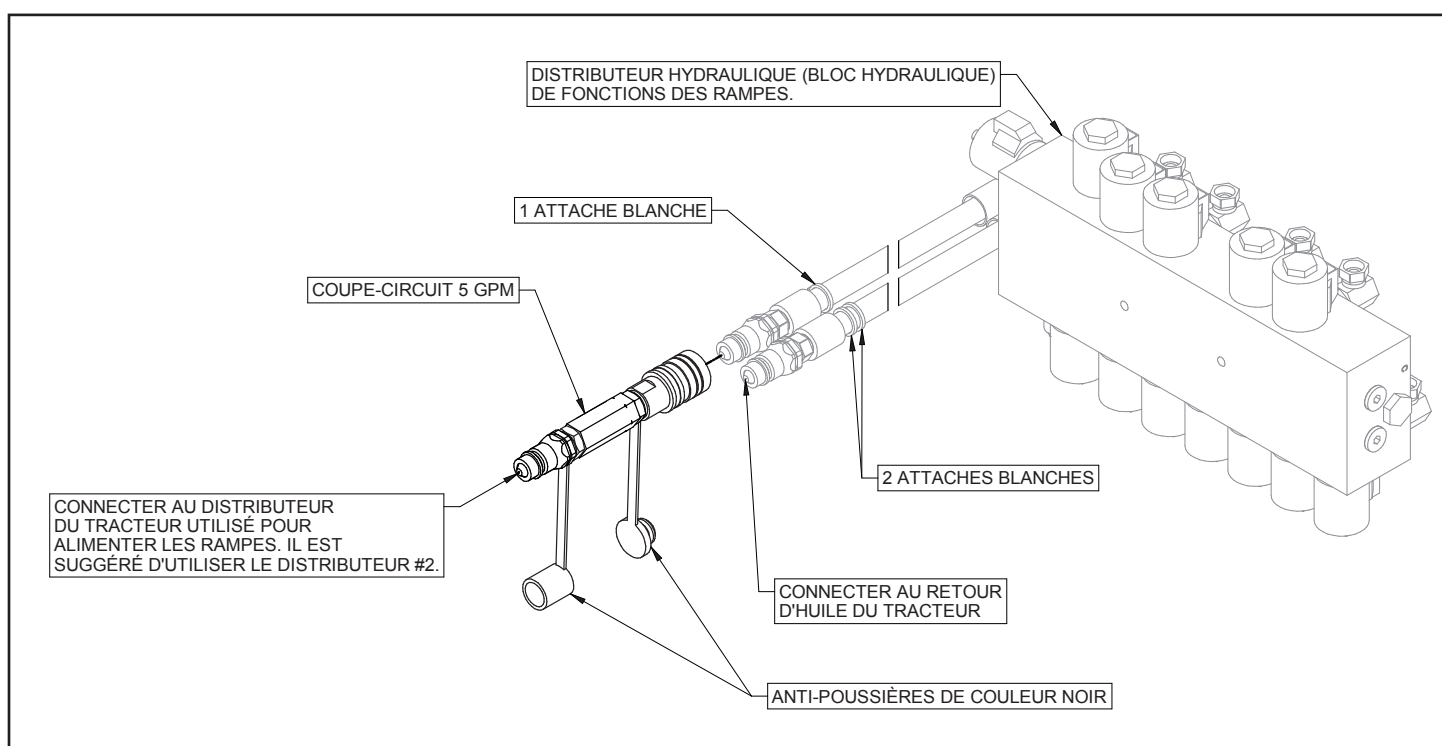

Figure 21
1. Prendre le coupe-circuit 5 gpm avec anti-poussières de couleur NOIR et le connecter entre le distributeur #2 du tracteur et le bloc hydraulique de fonctions des rampes (**figure 21**). Il est recommandé d'utiliser le distributeur #2 pour alimenter le bloc hydraulique.